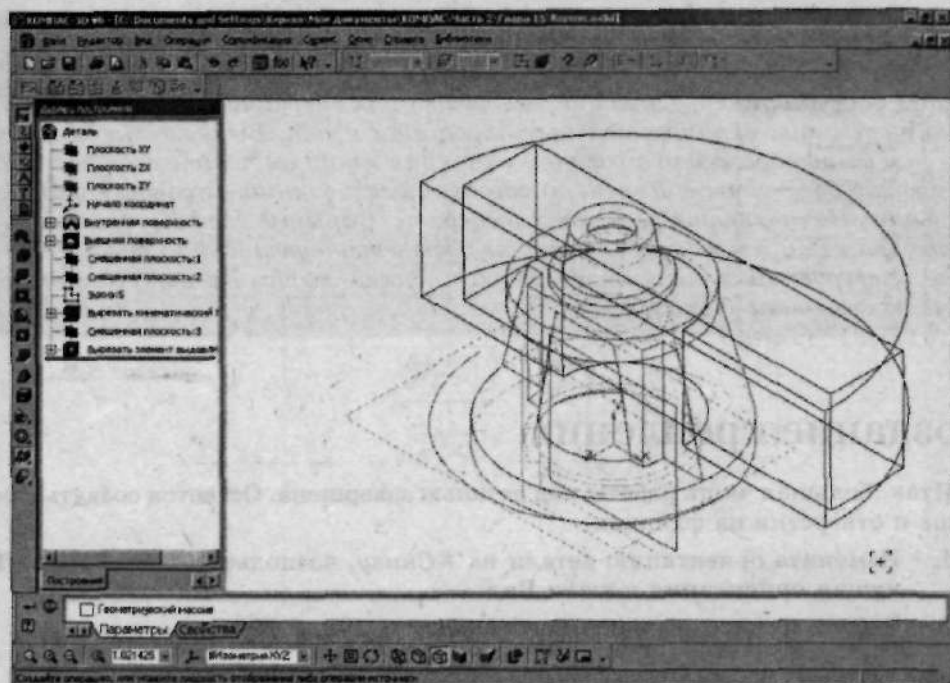

Рис. 2.188. Так выглядит рабочая область при настройке свойств инструмента **Зеркальный массив**
26. В **Дереве построений** щелкните по элементу *Плоскость XY* — плоскости отображения (рис. 2.188).